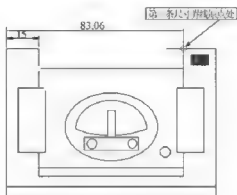

图 5-139
**步骤3:** 将光标移到第二条尺寸界线原点处，如图5-139所示，单击鼠标左键，出现下一条提示，提示用户继续指定尺寸界线原点。